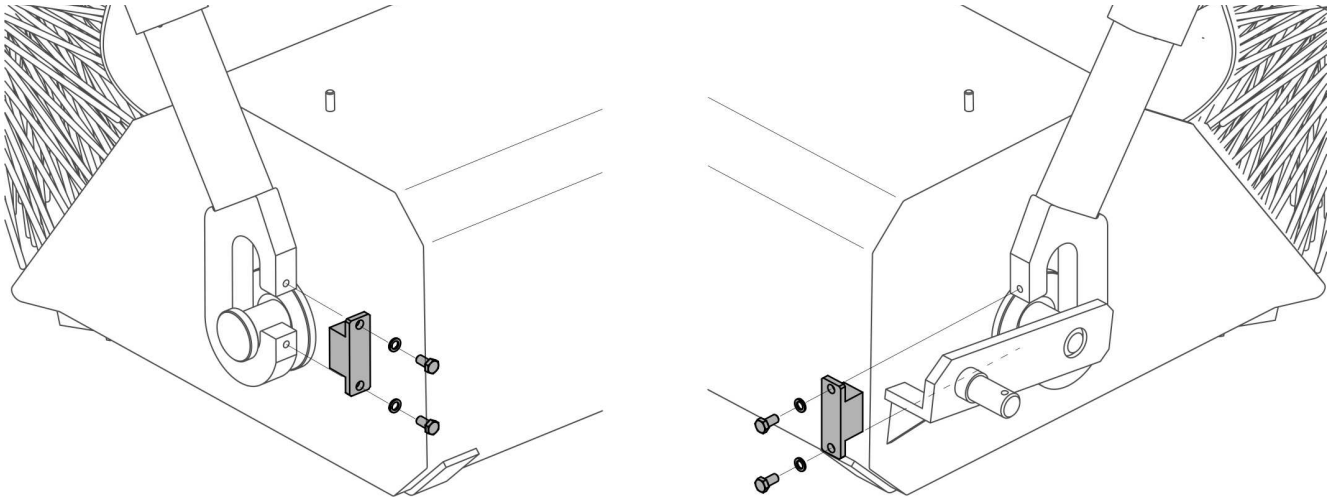

РИСУНОК 4.7 Зняття фіксаторів кріплень підвіски бака
- Відкрутивши кріпильні гвинти, зніміть захист штанги з правого та лівого боків бака (РИСУНОК 4.7), а потім витягніть весь бак із фіксаторів. Після виконання всіх кроків машина готова до підмітання без бака для сміття.